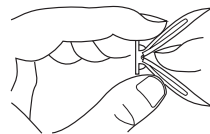

Figura 9 - Cómo doblar el anclaje
2. Doble el anclaje de pared como se muestra en la figura 9.